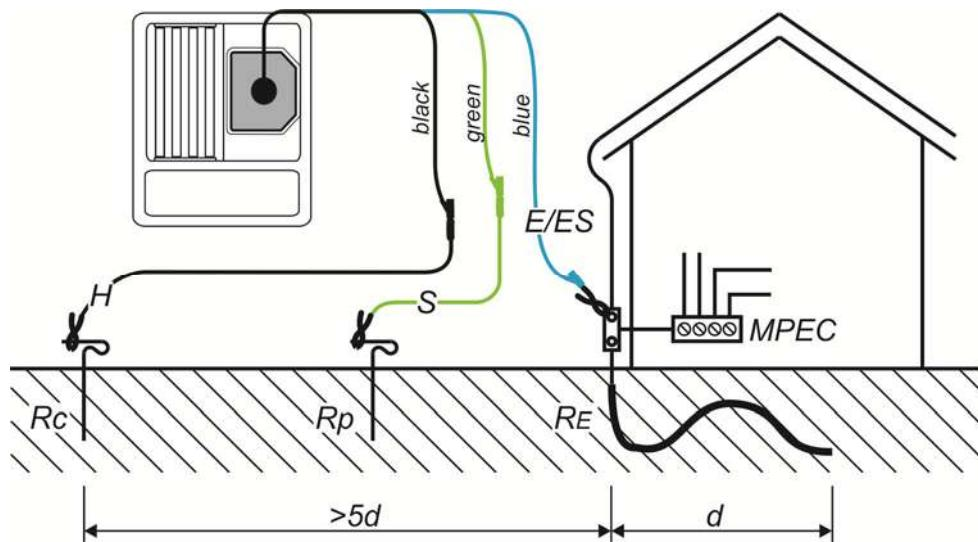

Рисунок 5.25: Сопротивление заземления, измерение сопротивления главной шины заземления здания
- Подключите** тестируемое устройство (см. Рисунок 5.25: Сопротивление заземления, измерение сопротивления главной шины заземления здания и Рисунок 5.26: Сопротивление заземления, измерение сопротивления системы молниезащиты).